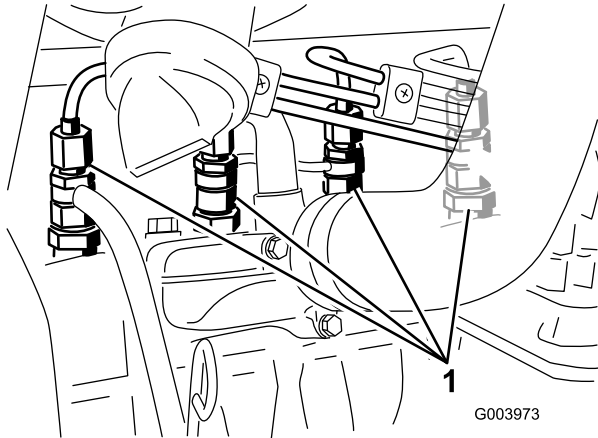

Figure 36
1. Desserrez le raccord entre l'injecteur n° 1 et le porte-injecteurs (Figure 36).